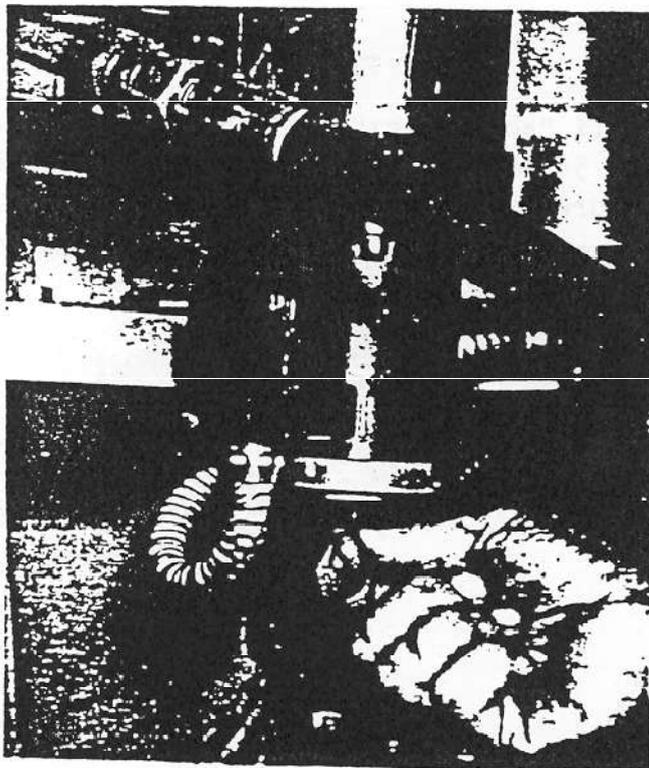

FIG. 3-12
- Disinserire l'elettrovalvola (riferimento 8 della Fig. 3-8) in posizione chiusa, agendo manualmente con una vite M6 sul foro filettato sistemato sotto l'elettrocalamita (Fig. 3-12).
- Togliere la vite M6 d'esclusione dell'elettrovalvola (Fig. 3-12);